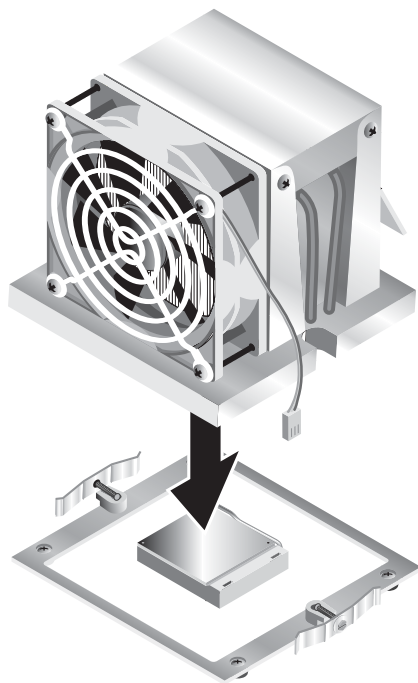

РИСУНОК 4-12 Установка блока радиатора/вентилятора
8. Осторожно установите блок радиатора/вентилятора на процессоре, совмещая его с монтажными столбиками, чтобы уменьшить движение после первого соприкосновения со слоем термопасты (см. РИСУНОК 4-12).